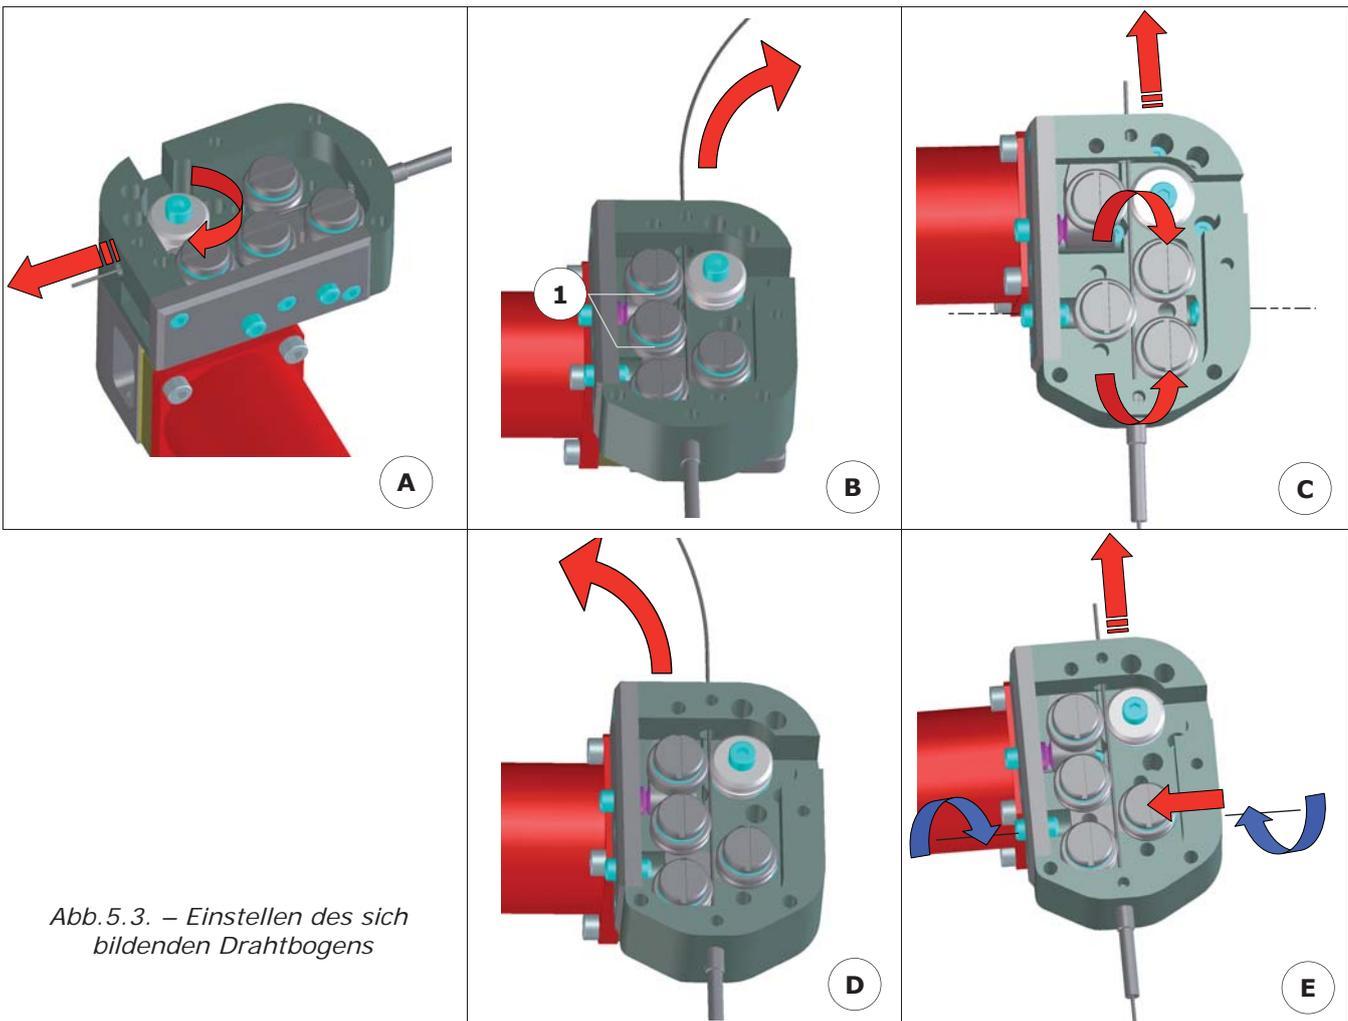

Abb.5.3. – Einstellen des sich bildenden Drahtbogens
Den Draht einige Zentimeter fördern lassen und dabei den sich bildenden Drahtbogen beobachten (Abb. 5.3 - Ansicht A).
Wenn der Bogen zu der den beiden Richtrollen entgegengesetzten Seite weist (Abb. 5.3 - Ansicht B - Index 1):
- Die Richtrollen andersherum montieren (Abb. 5.3 - Ansicht C).
Wenn der Bogen zu der Seite weist, an der sich die beiden Richtrollen befinden (Abb. 5.3 - Ansicht D):
- Die Justierschrauben so einstellen, dass der Draht ohne Biegung austritt (Abb. 5.3 - Ansicht E).